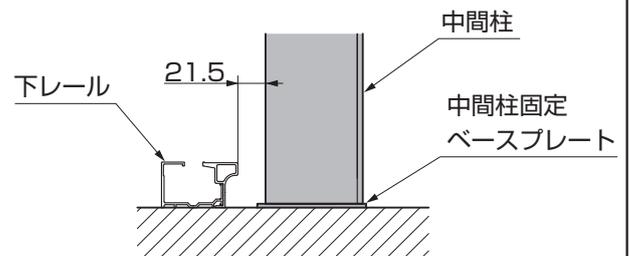

図5-2 下部中間柱の取付け（フラット仕様）
- ②中間柱固定ベースプレートを※1のネジで取付けてください。(図5-2参照)